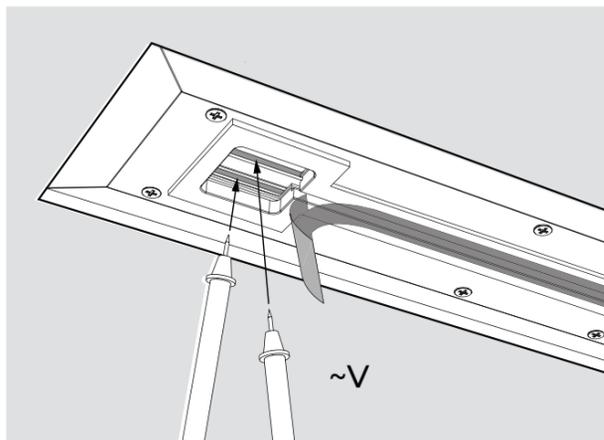

Abb. 4
5. Prüfen Sie an der quadratischen Aussparung mit einem Durchgangsprüfer, ob der Stromkreis der Kupferleitungen geschlossen ist (Abb. 4).